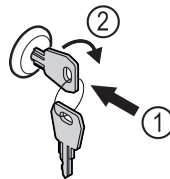

Fig. 159
- ▶ Sätt in nyckeln. Fig. 159 (1)
- ▶ Vrid nyckeln 90° medurs. Fig. 159 (2)